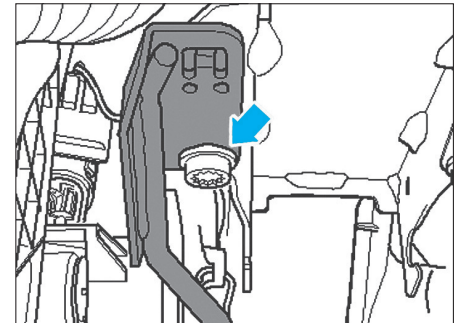

FIG. 15
- Dégrafer le transmetteur de position d'embrayage du cylindre émetteur en (A) puis (B).
- Si nécessaire, déposer le renfort anticollision (Fig.15).